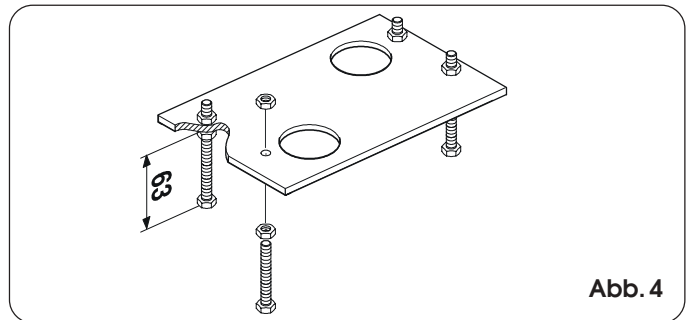

Abb. 4
- 1) Die Grundplatte gemäß Abb. 4 zusammenbauen.